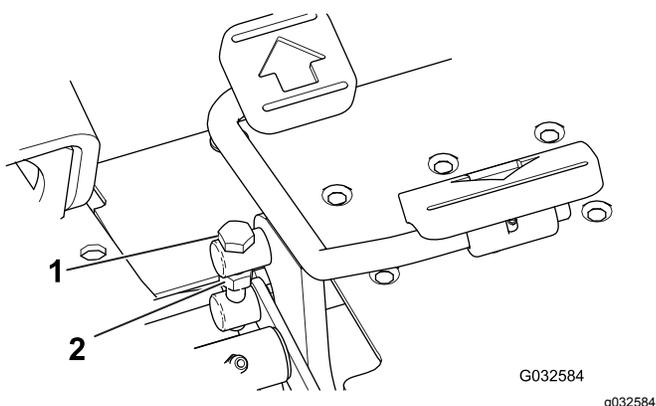

Рисунок 45
1. Ослабьте контргайку на болте цапфы в боковой части педали тяги (Рисунок 45).